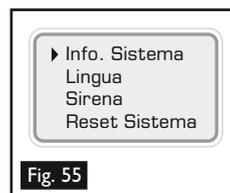

Fig. 55
- Per visualizzare le informazioni sul sistema, accendere l'unità utilizzando il tasto 'ON-OFF' (power icon). Premere il tasto 'MENU' (circular arrow icon) per visualizzare il menu e utilizzare i tasti 'SU' (up arrow icon) e 'GIÙ' (down arrow icon) per individuare la voce 'Info. Sistema' (Fig. 55). Premere il tasto 'INVIO' (checkmark icon) per accedere al menu relativo alle informazioni sul sistema (Fig. 56). Premere il tasto 'ESC' (X icon) per tornare al menu